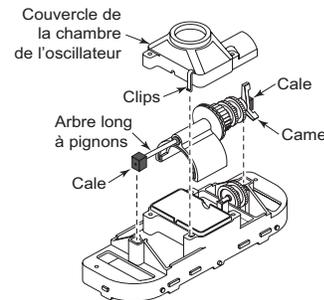
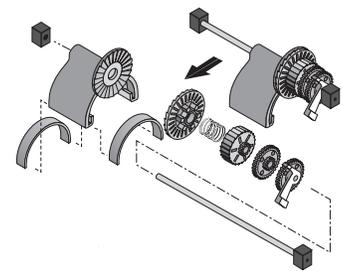

Figure 23a
Figure 23b
3. Remettre le corps inférieur à l'endroit. Dégrafer les 2 agrafes du couvercle de la chambre de l'oscillateur (**Figure 23a**) le retirer.
4. Par les cames qui se trouvent à son extrémité, tirer droit vers le haut le grand arbre à pignons (**Figure 23a**). Immobiliser les joints de l'oscillateur et les cales sur l'arbre. La came peut gêner la tige de fixation de l'arbre. Dans ce cas, tourner légèrement l'arbre jusqu'à ce qu'il dégage l'axe. L'arbre peut maintenant être démonté (**Figure 23b**).
5. Sortir l'arbre long à pignons de l'oscillateur (y compris tous les pignons) et faire bien attention de ne pas perdre les joints de l'oscillateur, car ils risquent de tomber à ce point (**Figure 23b**).